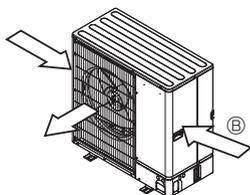

Fig. 2-5
- ③ Pokud je to možné, umístěte jednotku tak, aby se výstup vzduchu nacházel v pravém úhlu směrem k obvyklému směru větru. (Fig. 2-5)